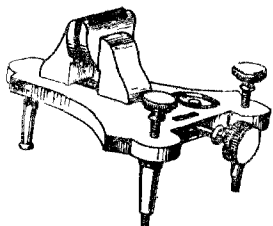
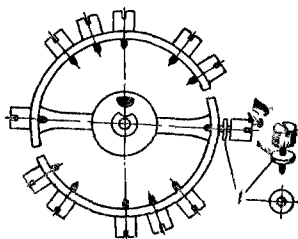

Рис. 81. Прилад для визначення рівноваги балансу.
Рис. 82. Зрівноважування балансу шайбочками.
Щоб виявити порушену рівновагу, користуються невеликим приладом (рис. 81) з паралельними пересувними ножами. Якщо баланс переважає, то поміщений на ножі приладу він опуститься вниз тією частиною, яка виявиться важчою. Зрівноважування провадять за допомогою заміни одних гвинтів іншими більш важкими або легшими чи висвердлюванням головки гвинта. Можна також під головки гвинтів підкладати шайбочки 1 (рис. 82). Не рекомендується зрівноважувати баланс, обпилюючи його обід або головку гвинтів.
**Правило.** Зрівноваження балансу можна вважати закінченим лише після того, як поміщений на ножі приладу (див. рис. 81) баланс буде знаходитися в рівновазі в будь-якому положенні.